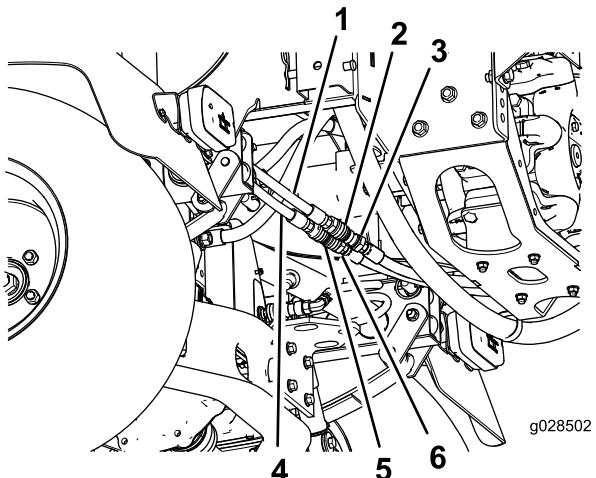

Figure 9
- Branchez un raccord rapide femelle sur l'extrémité mâle du flexible hydraulique de la vanne de levage de rampe (Figure 9).
3. Branchez les flexibles hydrauliques aux raccords rapides comme montré à la Figure 9.